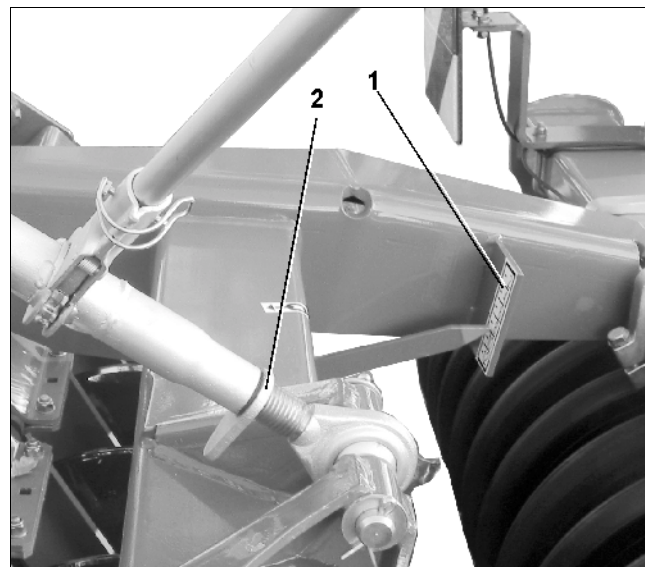

Fig. 11
- Die eingestellte Arbeitstiefe mittels der auf den Tragarmen der Keilringwalze aufbrachten Skala (Fig. 11/1) kontrollieren.
- Position der Verstellspindel mit Konterhebel (Fig. 11/2) kontern.